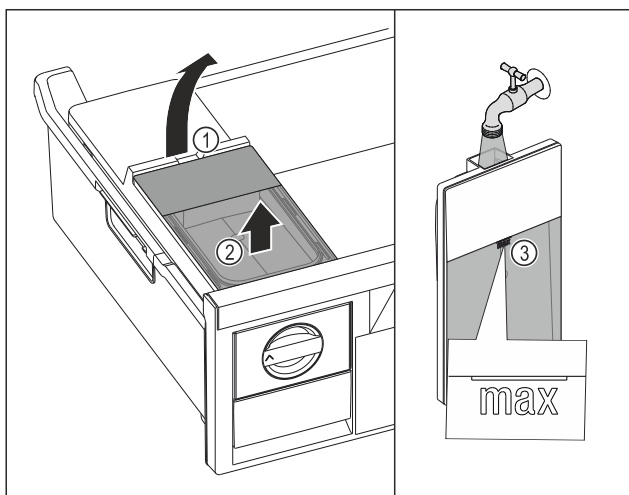

Fig. 42
- Løft vandtanken op til udsparringen Fig. 42 (1).
- Tag vandtanken ud fra oven. Fig. 42 (2)
- Fyld vandtanken med drikkevand op til mærket Fig. 42 (3).